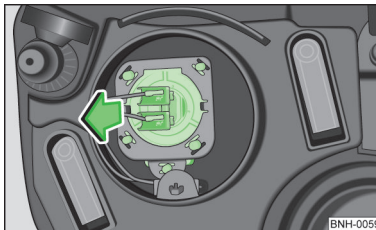

Abb. 150
- Den Stecker mit der Glühlampe mit Wackelbewegungen in Pfeilrichtung herausziehen » Abb. 150.